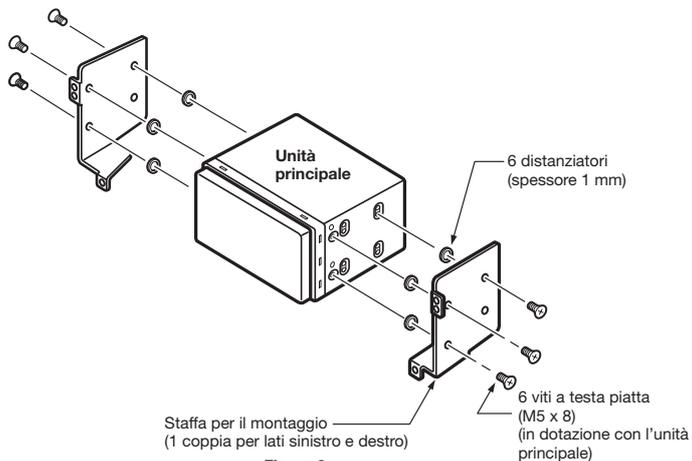

Figura 3
- Durante l'installazione dell'unità principale su un veicolo NISSAN, utilizzare la parti in dotazione con l'unità, quindi seguire le istruzioni indicate nella figura 3.